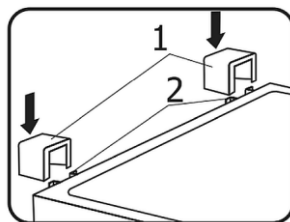

Fig. 4
8. Tag de to understøtninger (1) og indsæt dem i styrene (2) øverst på bagvæggen (fig. 4).